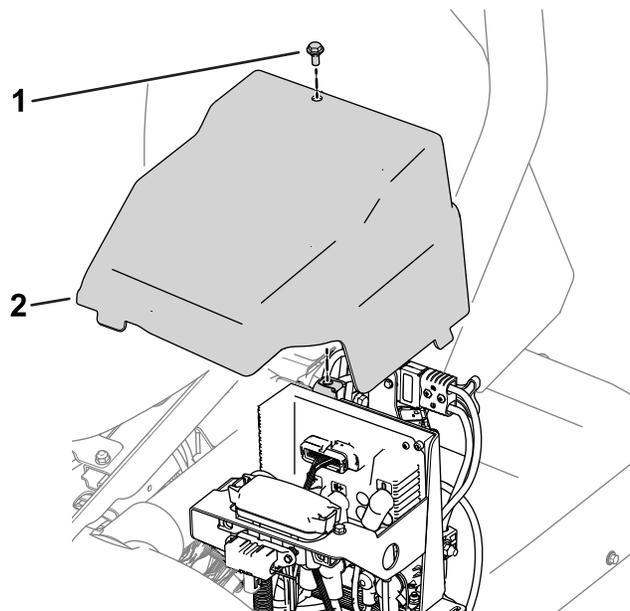

Bild 34
1. Nehmen Sie die linke Abdeckung von der Maschine ab (Bild 34).
5. Bringen Sie die linke Abdeckung an (Bild 34).